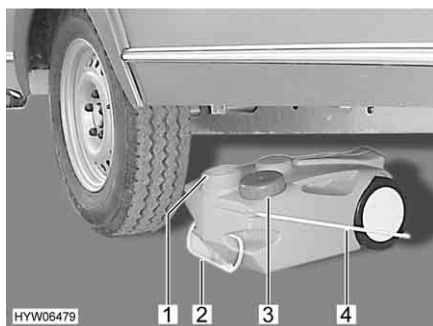

Fig. 150 Réservoir d'eaux usées, mobile
- Fermer l'ouverture du réservoir d'eaux usées (Fig. 150,1) à l'aide du couvercle (Fig. 150,3).
- Retirer le réservoir d'eaux usées par la poignée (Fig. 150,2).
- Rabattre la poignée de manutention (Fig. 150,4) vers le haut et placer le réservoir d'eaux usées.